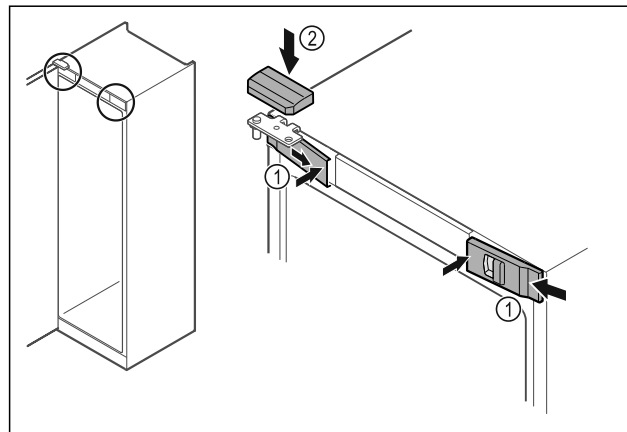

Fig. 57
- Vordere Abdeckungen Fig. 57 (1) seitlich einhaken und innen aufrasten.
- Obere Abdeckung Fig. 57 (2) von oben aufrasten.